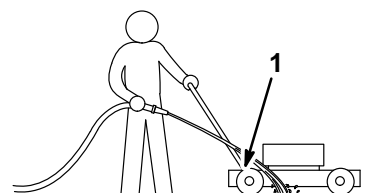

Figure 19
- Ouvrir l'eau, tenir le tuyau d'arrosage à la hauteur du mancheron et diriger le jet vers le sol, juste devant la roue arrière droite (Fig. 19).